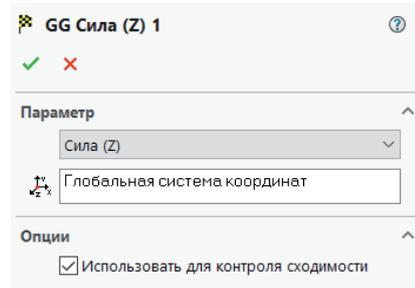

Рис. 11
Определим *Глобальную цель*, которая будет определять силу сопротивления. В нашем случае это сила по оси Z (рис. 11). Правой кнопкой мыши вызываем *Цели* → *Добавить Глобальную цель* и выбираем параметр *Сила (Z)*.